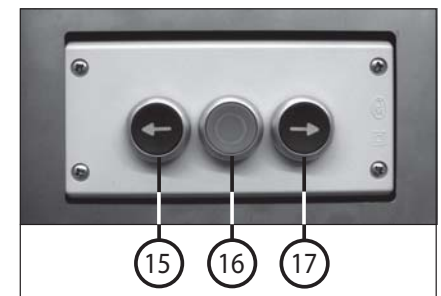

Abb. 8
- Drucktaster „Stempel vor“ (Verdichtungshub) (Abb. 8)**
- Drucktaster „Stempel stopp“ bzw. „Öffnen Ausstossklappe“ (Abb. 8)**
- Drucktaster „Stempel zurück“ (Rückhub) (Abb. 8)**
Nichtvertrauliches Material kann von Hand auch direkt dem Verdichter zugeführt werden. Fahren Sie, falls erforderlich, den Press-Stempel nach hinten in seine Ausgangsposition zurück. (Einfüllklappe schließen und Drucktaster „Stempel zurück“ (17) betätigen) (Abb. 8) und gehen dann wie folgt vor:
3. Einfüllklappe schließen und den Drucktaster „Stempel vor“ (15) betätigen (Abb. 8).